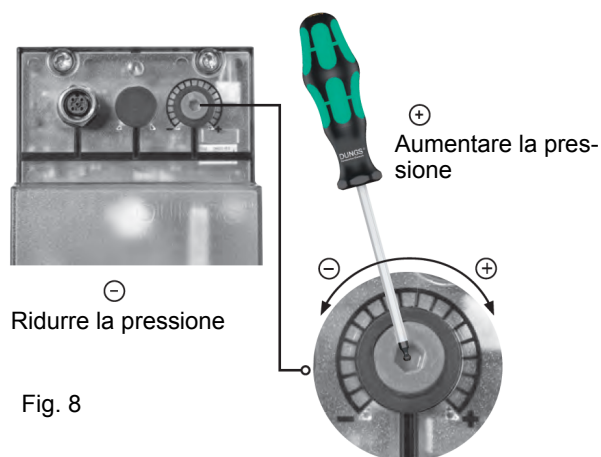

Fig. 8
**ATTENZIONE:** Per impostare la pressione in uscita del regolatore VD-R, agire sull'apposita ghiera di regolazione (Fig. 8)